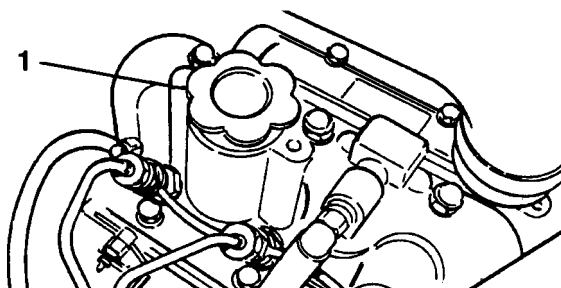

図 2
3. 油量が不足であれば、オイル キャップ (図2) を開けて補給します。入れすぎないように注意しながら少しずついれてください。